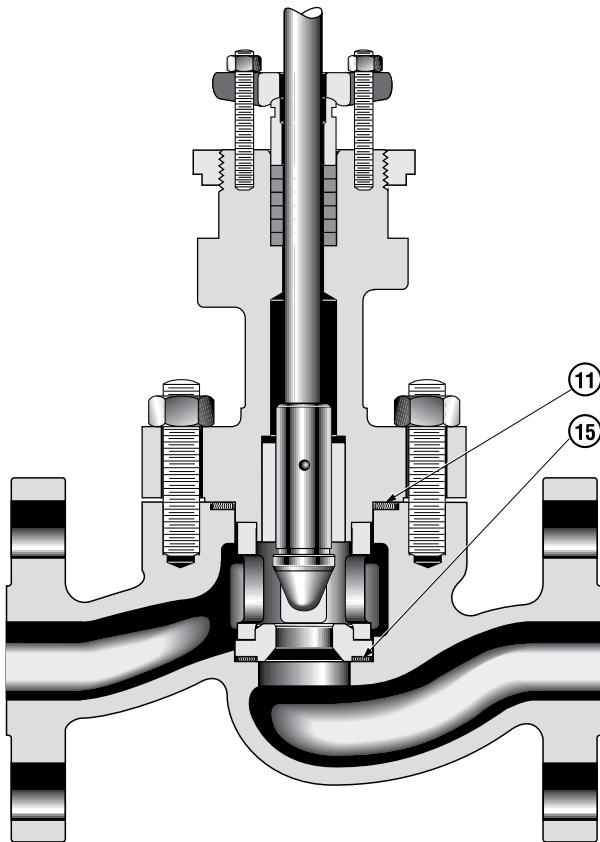

Figure 16 – Vanne Série 21000
8.3 Conception à angle et haute pression (Figures 16 et 17)